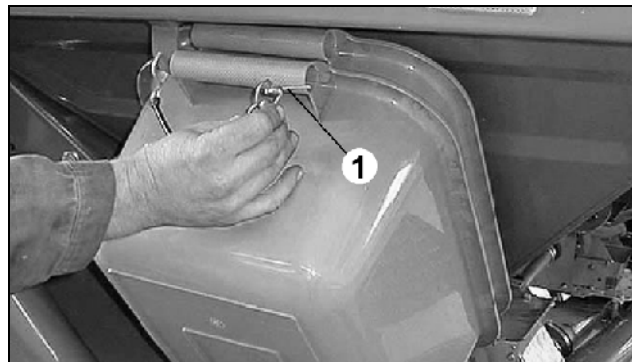

Fig. 81
- opfangningsbeholderne (Fig. 81